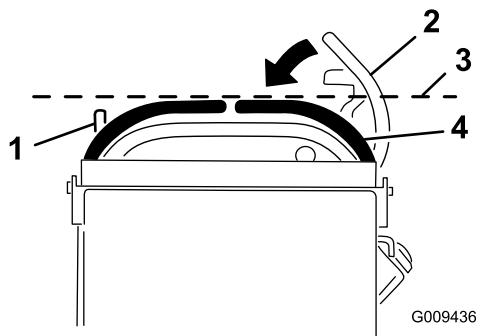

図 67
- 右側コントロール・レバーを、ニュートラル位置から下へ押し下げる（図 67）。
- 左側コントロールレバーと水平にそろっているかを調べる（図 67）。